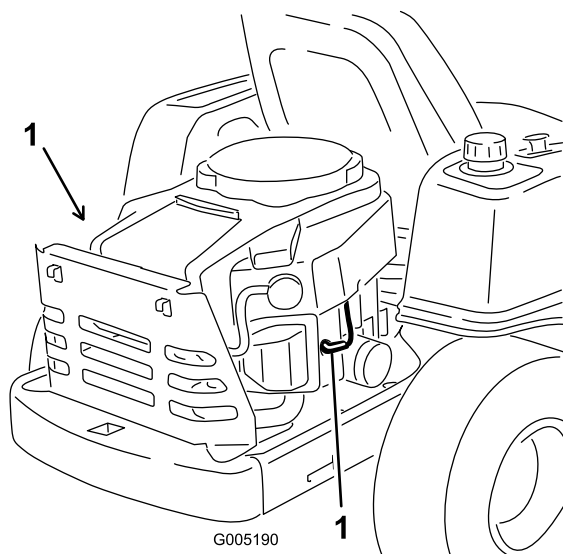

Figure 31
2. Avant de retirer la(les) bougie(s), nettoyez la surface autour de la base de la bougie pour empêcher la poussière et les débris de pénétrer dans le moteur. Débranchez les fils de la (des) bougie(s) (Figure 31).
3. Reconnectez le fil à la bougie (Figure 31).